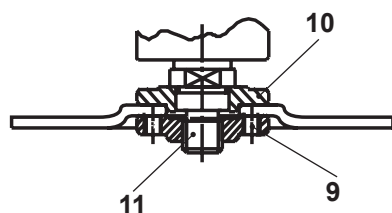

Fig. 14
- Discos finos (< 4 mm) con el centro curvado: coloque la cara con relieve de la brida de apriete alejada del disco (Fig. 14).